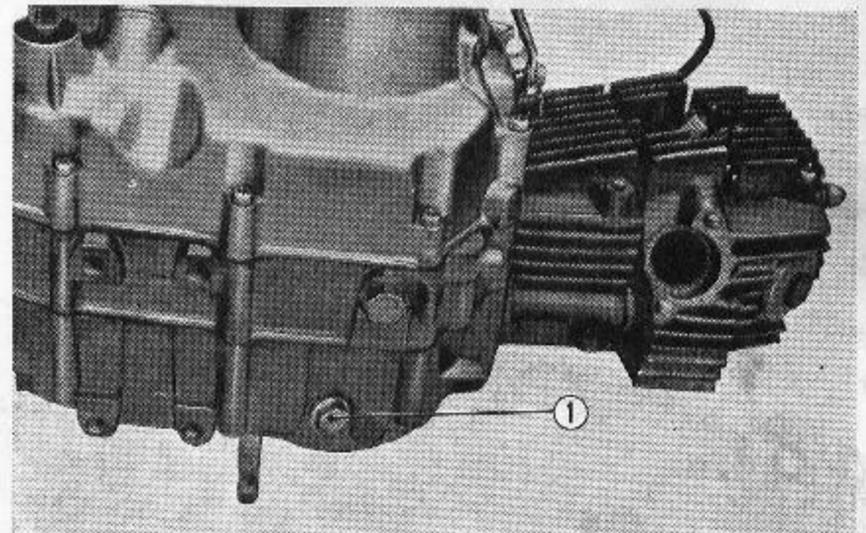

Abb. 3.53 14 mm Kettenspannerbolzen lösen
- (1) Rotor und Stator gemäß Angaben in Abschnitt 4.1 A ausbauen.
- (2) 14 mm Kettenspannerbolzen am linken unteren Kurbelgehäuse lösen. (Abb. 3.53)